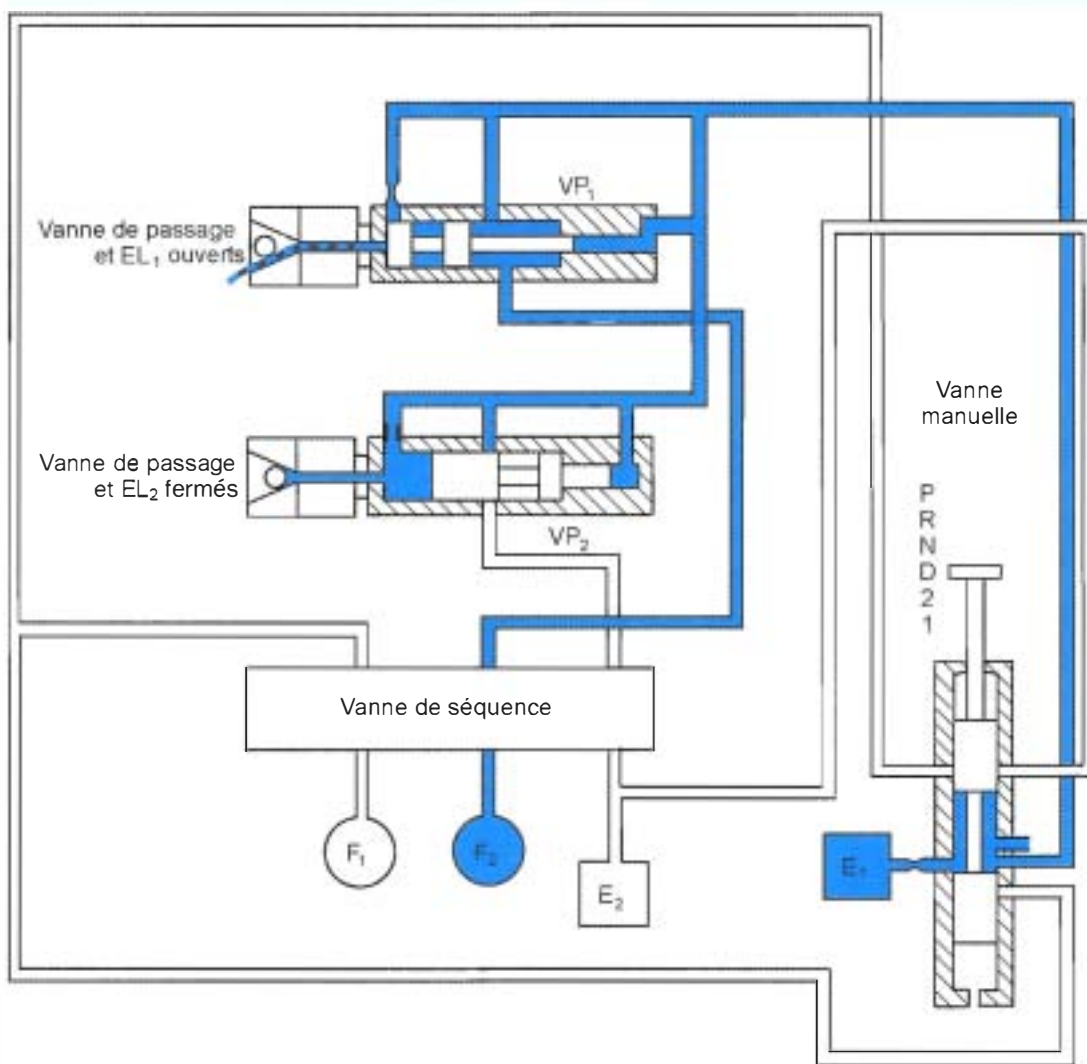

Figure 6.15 • Deuxième automatique (document Renault).
• **Deuxième automatique** (figure 6.15). Lorsque la tension atteint la valeur prédéterminée, elle provoque le fonctionnement du dispositif de commande des électropilotes.